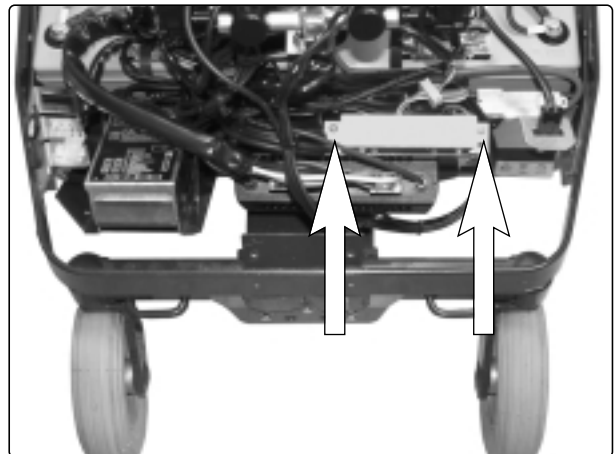

Abb. 48. Ausbau Leiterplatte
4. Bauen Sie das Gehäuse aus, in dem sich die Leiterplatte befindet, indem Sie die beiden Schrauben abschrauben, siehe Abb. 48.